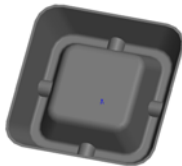

图 1-77 抽壳特征
(9) 抽壳特征。选择实体底面作为抽壳时将删除的平面。在特征控制面板中，单击  (抽壳) 按钮，并指定抽壳的厚度为 2mm，完成设定后单击  按钮，模型产生抽壳特征如图 1-77 所示。